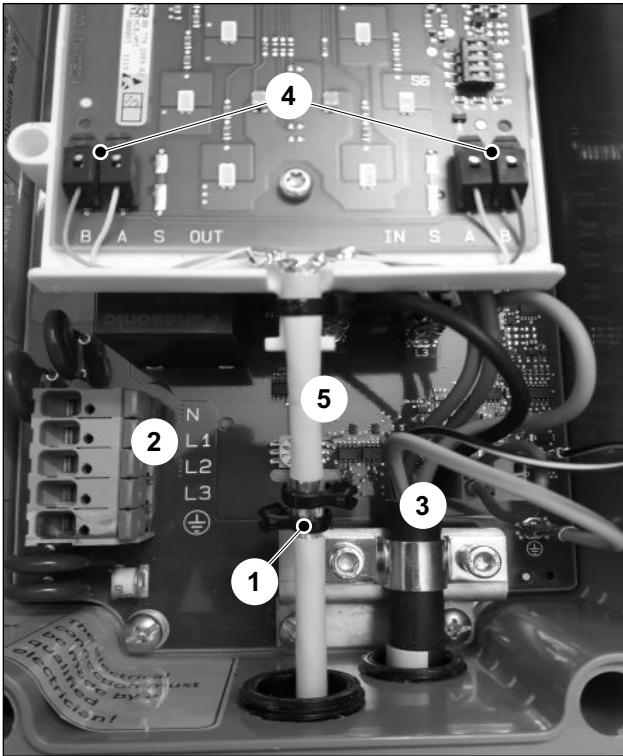

Fig. 7 Entrées de câble en cas de câblage centralisé
Les conducteurs du câble d'alimentation (fig. 7/2) et ceux du câble de charge (fig. 7/3) doivent être espacés autant que faire se peut du câble de bus.
3. Fixez le blindage dénudé à l'aide d'une ou de deux attaches souples à la borne du blindage (fig. 7/1).
4. Dénudez les quatre conducteurs sur environ 8 mm et raccordez-les aux bornes voulues (fig. 7/4).
Le câble de bus doit être muni de sa gaine entre la borne du blindage et le circuit imprimé de raccordement (fig. 7/5).